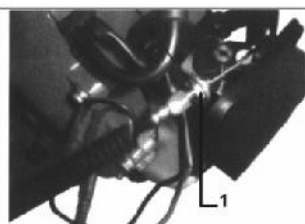

Fig. E6
1. Suelte la tuerca del cable del acelerador situada en la tapa del ventilador, tal como se muestra en la Fig.E6